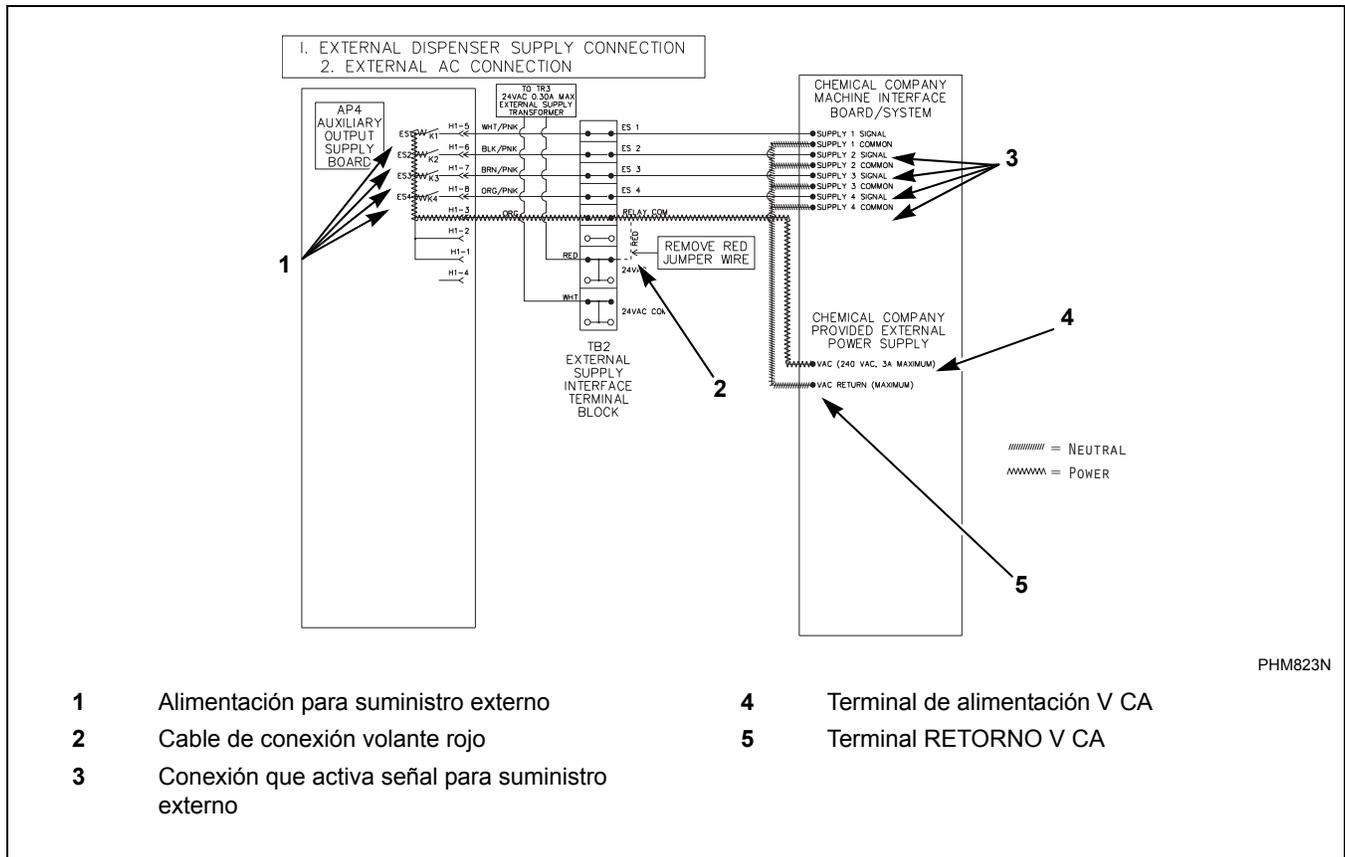

Figura 27
2. Conecte 1 lado de la alimentación externa al “RELAY COM” y el otro al común de las señales de entrada del distribuidor externo. Consulte la *Figura 27*.